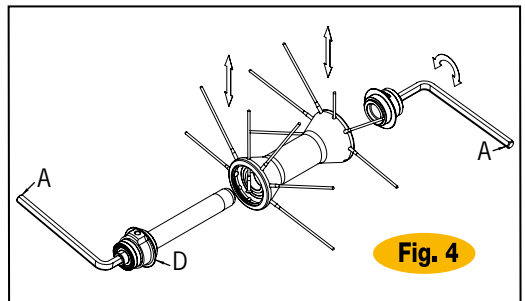

Fig. 4
- Introduzcan dos llaves Allen (A) en las tuercas de tope en los extremos de los bujes. Gírenlas en sentido antihorario.
- Extraigan el radio a sustituir e introduzcan el radio nuevo, (Fig.4). Si es necesario, introduzcan el perno en el cuerpo del buje y bloqueen firmemente la tuerca de tope móvil con un par de 15 Nm.